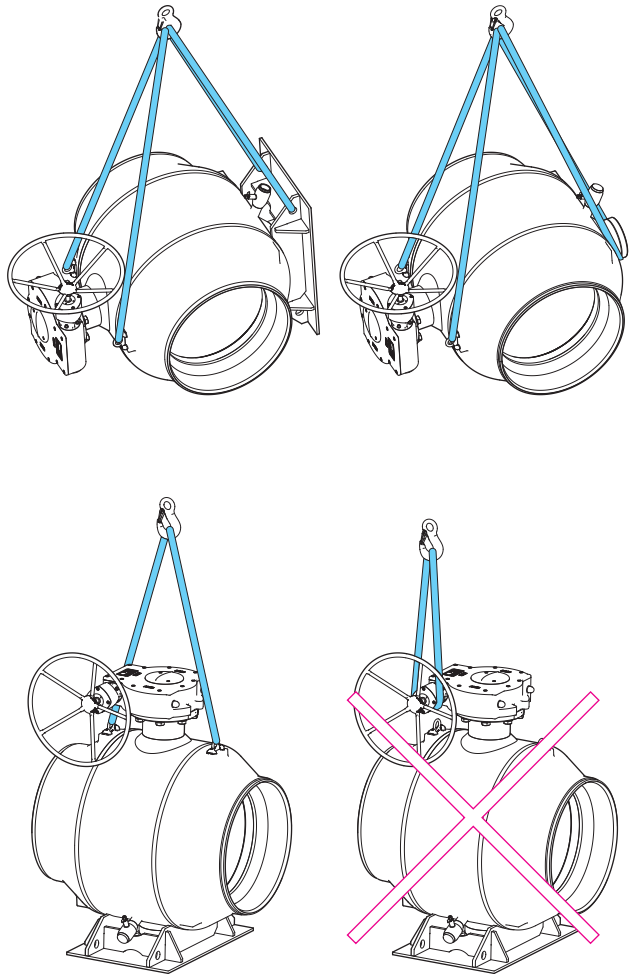

Abbildung 3. Anheben des Ventils \geq DN600 voller Durchgang.
- Das Ventil bzw. das Ventilelement dürfen nicht am Stellantrieb angehoben werden. Falls das Ventil mit Hebeösen versehen ist, sind diese zu verwenden (siehe Abb. 3). Stürzen oder nicht ordnungsgemäßes Anheben des Ventils kann zu Personen- oder Sachschäden führen.